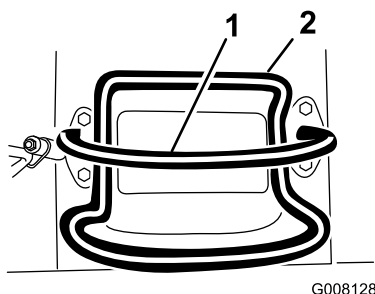
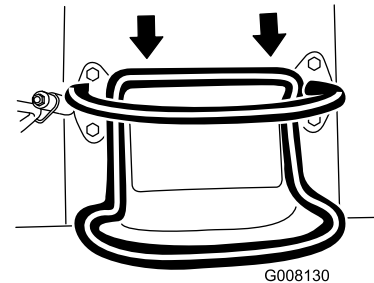

Bild 7
Bild 9
- Bewegen Sie den Fahrtriebshebel nach hinten, um rückwärts zu fahren (Bild 9). **Schauen Sie beim Rückwärtsfahren nach hinten und achten Sie auf Hindernisse, fassen Sie den Anschlagbügel mit den Händen an (Bild 7).**
- Lassen Sie zum Anhalten den Fahrtriebshebel los (Bild 7).